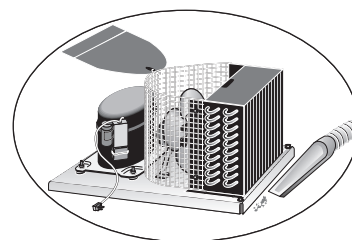

Abbildung 2
**SCHRITT 2** - Halten Sie die Info-Taste  gedrückt. Dies ist die Temperatur der Sonde T1. Siehe Abb. 2.
Nach Abbürsten der Kondensatorschlange den Schmutz von Schlange und Innenboden absaugen. (Siehe Abbildung 2)